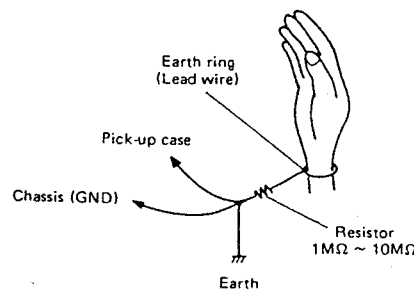

Fig. 4-2
- Before servicing the pickup ass'y be sure to prevent electrostatic-induced destruction by grounding not only test equipment in use but also yourself as shown in Fig.4-2.
- ピックアップ ASSY を取り扱う場合は、測定器などに確実なアースを取ると共に、人体アースを行い、静電破壊を十分防止してください。( Fig.4-2 参照 )